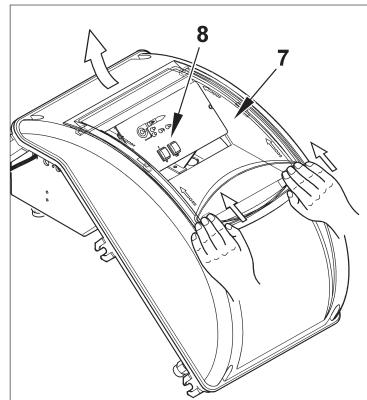

Рисунок 4
- 4) Для закрытия крышки электрического щита, закрутите 4 винта (1), используя момент затягивания, равный приблизительно 5 Нм, для обеспечения правильного уплотнения. Теперь можно получить доступ к панели управления (8). Отцепите прозрачное окошко (7), слегка надавливая руками в направлении стрелок, как на рис. 4. Переместите окошко вперёд на некоторый отрезок, после чего отделите его от крышки.